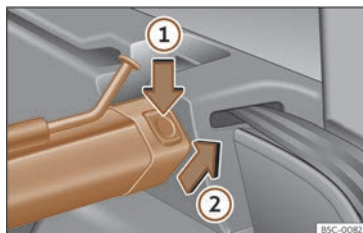

Fig. 192 În portbagaj: demontarea plasei de separare.
- Apăsati clapeta de eliberare stânga sau dreapta >>> **fig. 192** în direcția indicată de săgeată ①.
- Scoateți caseta din suport în direcția indicată de săgeată >>> **fig. 192** ②.
- Apăsati caseta în suporturile din dreapta și stânga în direcția opusă celei indicate de săgeată >>> **fig. 192** ②, până se fixează. Marcajele roșii de pe butoanele de eliberare nu trebuie să mai fie vizibile.